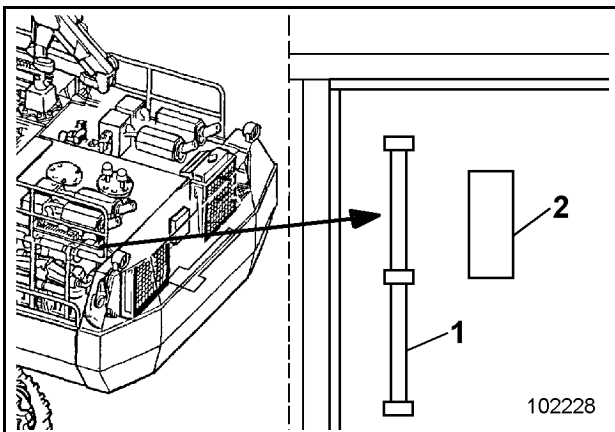

Fig. 3-76:
Das Schild (2, Fig. 3-76:) befindet sich neben dem Füllstandsrohr (1)
- Hydrauliköl durch die Öffnung nachfüllen bis der Ölstand zwischen $\frac{1}{2}$ und $\frac{3}{4}$ des Schauglases (1, Fig. 3-76:) liegt (Ölqualität siehe "Füllmengen-Öl").
- Vor der Montage des Deckels (19) den Dichtring prüfen, bei Beschädigungen erneuern.
- Hydrauliköl solange nachfüllen, bis der Ölstand zwischen $\frac{1}{2}$ und $\frac{3}{4}$ des Schauglases (1, Fig. 3-76:) liegt (Ölqualität siehe "Füllmengen-Öl").